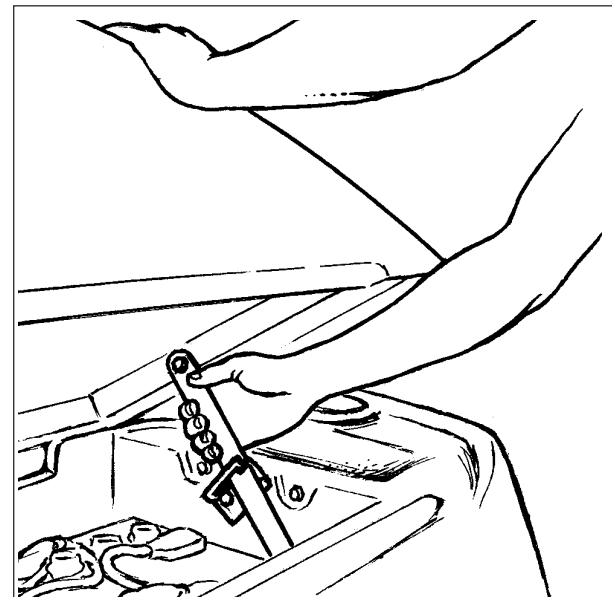

Abb. 13B
**MERKE:** Zum Laden der Batterien den Schmutzwassertank bis zur halboffenen Position öffnen. Die Stütze muß hörbar einrasten. Siehe Abb. 13B
Um den Schmutzwassertank in die halboffene Mittelposition zu bringen, ziehen Sie an der Stütze, während Sie den Schmutzwassertank anheben. Während die Kerbe der Stütze in den Riegel gleitet, senken Sie vorsichtig den Schmutzwassertank. Überprüfen Sie ob die Stütze sicher im Riegel eingerastet ist. Abb. 13B. Um den Riegel zu lösen, kippen Sie den Schmutzwassertank leicht nach oben, und entriegeln die Stütze. Dann langsam den Tank absenken.